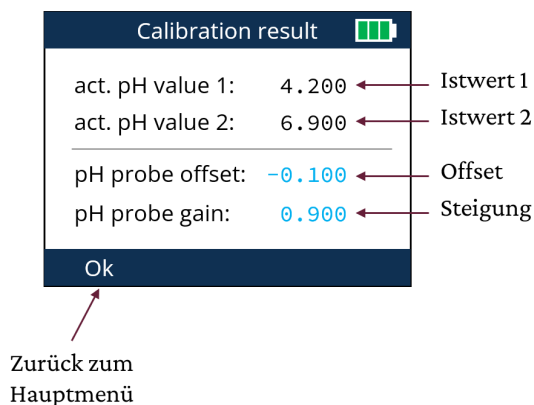

Abbildung 10 – Kalibrierung, Ergebnis.
- Klicken (↑) Sie auf »Next«, um das Ergebnis der Kalibrierung zu erhalten (Abbildung 10).